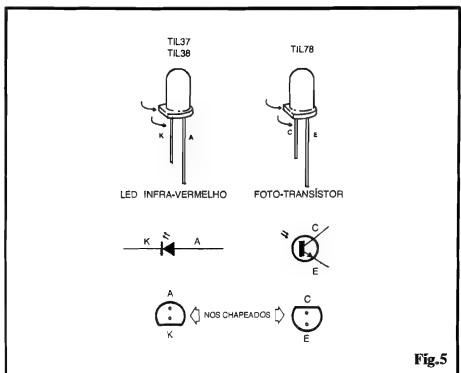

Fig. 5
**- FIG. 5 - OS COMPONENTES OPTO, INFRA-VERMELHOS...** - As peças mais importantes no estabelecimento da própria barreira ótica em Infra-Vermelho, "coração" operacional da BIS, são o LED específico para tal Frequência do espectro luminoso, e o respectivo FOTO-TRANSISTOR ou FOTO-DIODO... Ambos os módulos da BIS são suficientemente "universais" em seus circuitos para aceitarem bem diversas equivalências nesses dois componentes/chave... O importante é, na busca das ditas peças, obter seguramente:
Conforme o Leitor/Hobbysta pode notar na FIG. 5, dependendo do modelo ou código, o LED I.V., e o FOTO-TRANSISTOR (ou FOTO-DIODO)